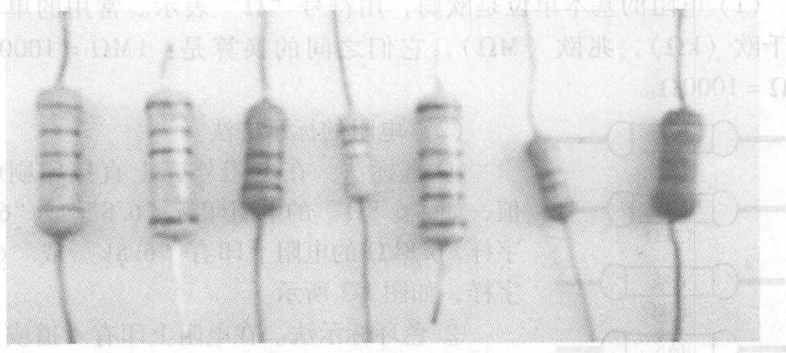

图1-1 常见电阻的外形
(1) 电阻是一种最基本最常用的电子元件。它在电路中的主要作用是降压、分流，与电容配合使用作滤波器，可用作确定晶体管工作点的偏置电阻，在稳压电源中作取样电阻等。
(2) 电阻有许多种类，常见的有碳膜电阻、金属膜电阻、绕线电阻、水泥电阻、可变电阻、片状电阻和贴片电阻等。常见电阻的外形如图1-1所示。